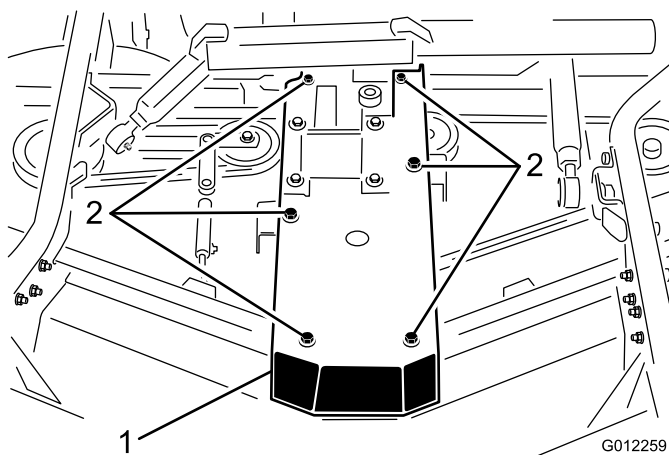

Figure 23
3. Retirez les vis à tête et les écrous qui fixent la plaque de la boîte d'engrenages aux profilés du plateau de coupe (Figure 23). Soulevez la plaque de la boîte d'engrenages et la boîte d'engrenages des profilés et placez-les sur le sommet du plateau de coupe.